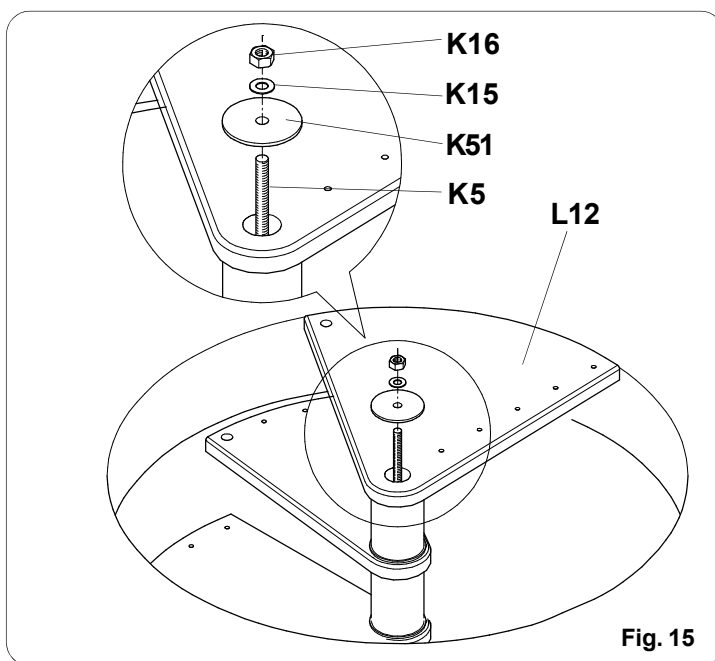

Fig. 15
■ Rimontare il gradino **L12** e fissarlo al palo, serrare la scala in modo che sia possibile orientare i gradini nel momento in cui si andrà a montare le colonne, come indicato in fig. 15
■ Assemble the **L12** back, anchor it to the pile and tighten the staircase, so that the steps may be oriented when the columns are mounted as shown in fig. 15
■ Remonter la marche **L12** et la fixer au mât puis serrer l'escalier de façon qu'il soit possible d'orienter les marches au moment du montage des colonnes, comme indiqué fig. 15
■ Die Stufe **L12** wieder montieren, am Spindel mast befestigen und die Treppe so festmachen, dass die Stufen für die spätere Montage der Geländerstangen wie in der Abb. 15 gezeigt schwenkbar bleiben.
■ Vuelva a montar el peldaño **L12**, fíjelo al poste y fije a su vez la escalera, de modo que sea posible orientar los peldaños en los que se van a montar las columnas, como se indica en la fig. 15.